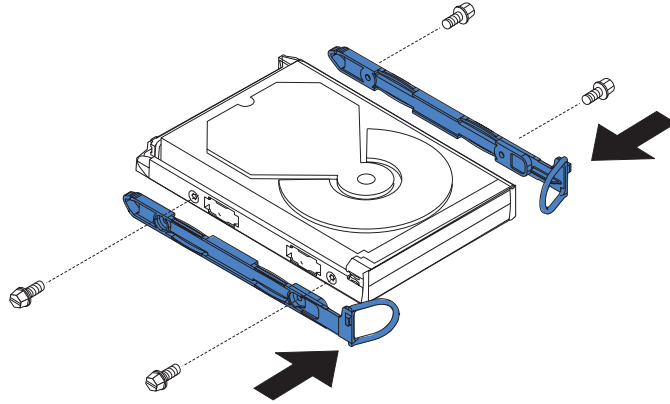

图 95. 将导轨连接到磁盘驱动器
9. 如果您要把磁盘驱动器更换成另一个，请参阅第 169 页的图 95。